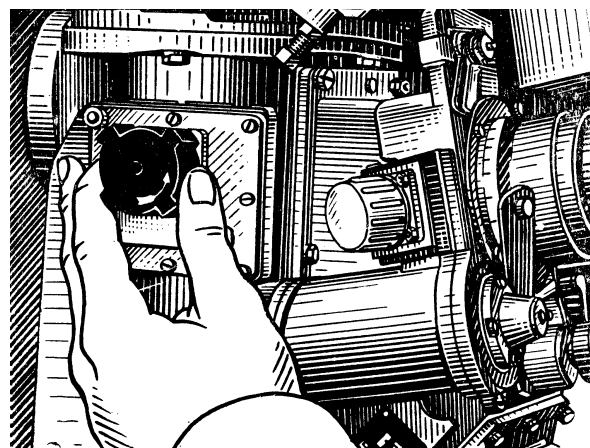

Рис. 58. Встановлення світлофільтра в прицілі 1ПЗ-3
- ввімкнути при необхідності світлофільтр, що відповідає умовам спостереження, для чого, взяти за маховичок вмикання світлофільтрів, розташований на лівій бічній стінці прицілу 1ПЗ-3, та (рис. 58) повертати його до встановлення необхідного світлофільтра (нейтрального або спеціального);